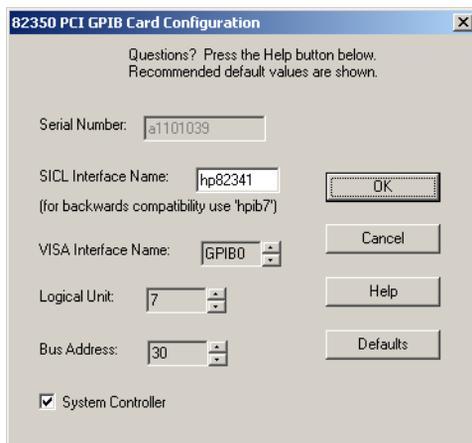

Figura 36 Configuración de la Interfase GPIB para utilizarla con la ChemStation Agilent
- 5 Fijar el “**SICL Interface Name**” en “**hp82341**”, la “**Bus Address**” en “**30**” y el indicador “**System Controller**”, como se muestra en (consultar la Figura 36). Por favor, observar que la apariencia del cuadro de diálogo varía ligeramente dependiendo del tipo de tarjeta GPIB instalada.
Utilizar los siguientes valores para configurar la interfase GPIB Agilent 82341 o Agilent 82350 para su uso con la ChemStation Agilent. Los campos disponibles dependen del tipo de interfase instalada. Ver la Figura 36 en la página 82.